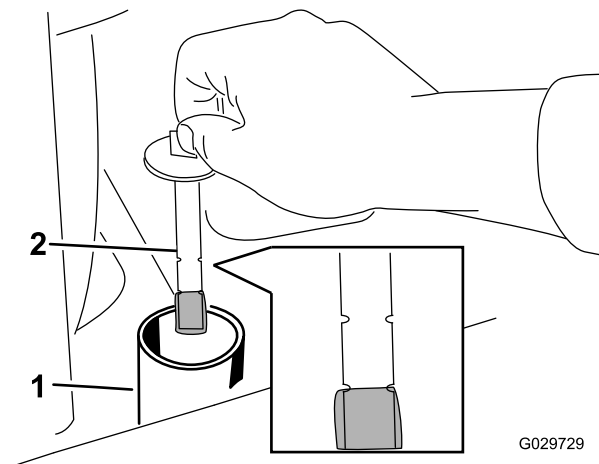

**Figure 69**
7. Nettoyez la surface autour du goulot de remplissage du réservoir hydraulique (Figure 69).